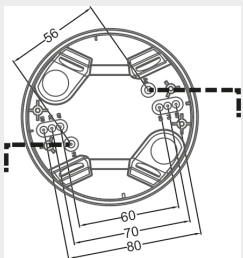

ABB. 12
2. Um die Kabel durch die Öffnungen an der Seite des Gehäuses zu führen, müssen diese markierten, aber noch abgedeckten Löcher mit einem Seitenschneider freigeschnitten werden. Führen Sie dann das Kabel durch die freien Löcher und isolieren Sie die Kabel auf 6-8 mm ab. (ABB. 12).